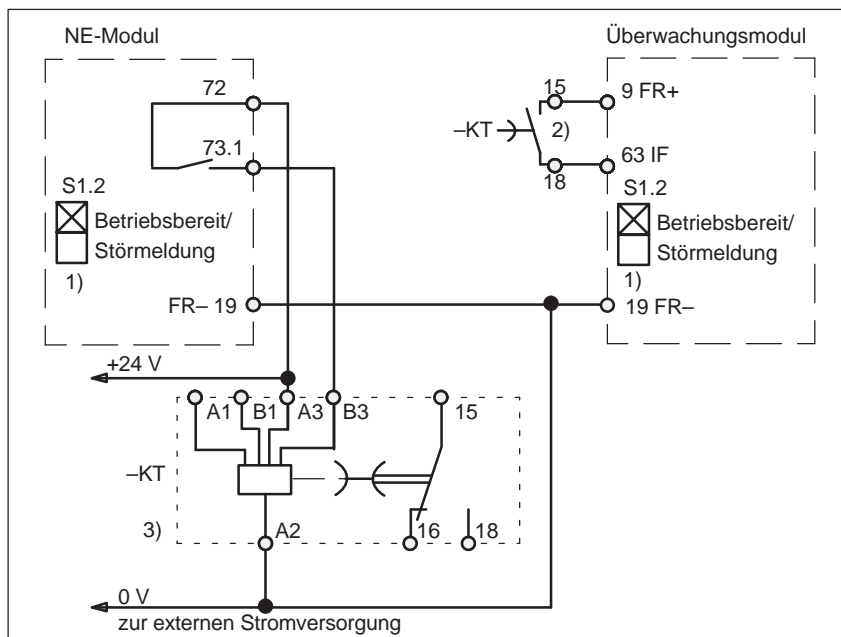

Bild 8-6 Verzögerte Abschaltung Impulsfreigabe
- Verzögerte Abschaltung Impulsfreigabe —> siehe Bild 8-6